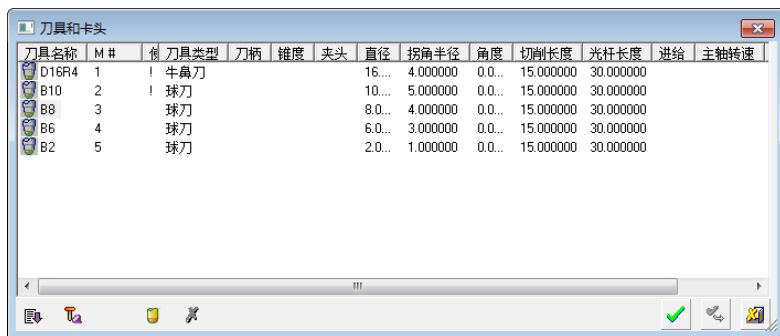

图 3-158 “刀具和卡头”对话框 (4)
3) 选择刀具。单击“刀具和夹头”按钮，弹出“刀具和卡头”对话框 (4)，选择 B8 球刀，如图 3-158 所示。